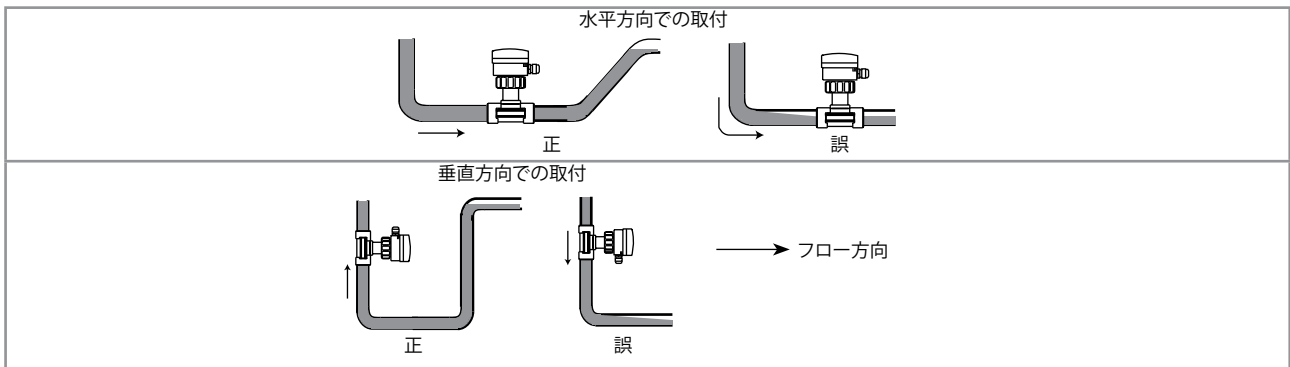

図 5: 配管の充填
- 配管がセンサーの範囲で常に充満しているように注意します (図 5)。
- 垂直方向での取付けでは、矢印で示しているようにフロー方向が上となるようにします (図 5を参照)。